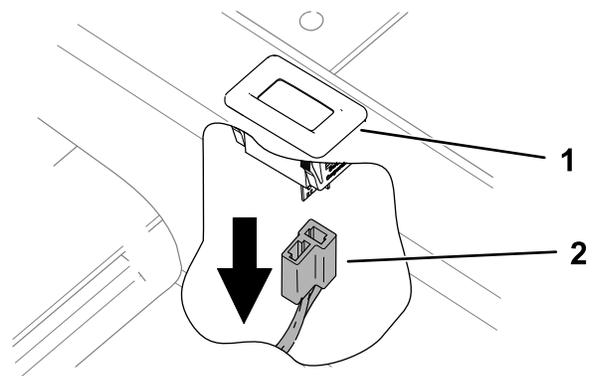

Figure 8
1. Débranchez du compteur horaire le connecteur du compteur horaire sur la machine (Figure 8).